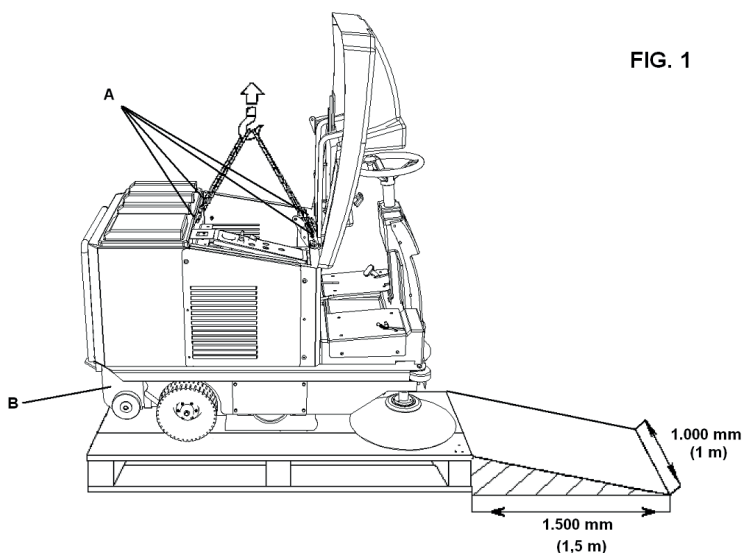

FIG. 1
- 1) Munirsi di un gancio a 4 tiranti di portata idonea alla massa della macchina (indicata sulla targhetta CE). Sollevare il cofano motore e avvitare i quattro golfari o ganci di sollevamento negli appositi filetti (i ganci di sollevamento sono contenuti nel cassetto di raccolta **Part. B Fig. 1**, assieme alle spazzole laterali ed ai manuali di istruzione); agganciare tutte e quattro le fasce ai rispettivi ganci di sollevamento della macchina **Part. A Fig. 1**, e con l'ausilio di un carrello elevatore o di un carro ponte (di portata idonea alla massa della macchina), sollevarla dal bancale e portarla a terra appoggiandola molto lentamente.